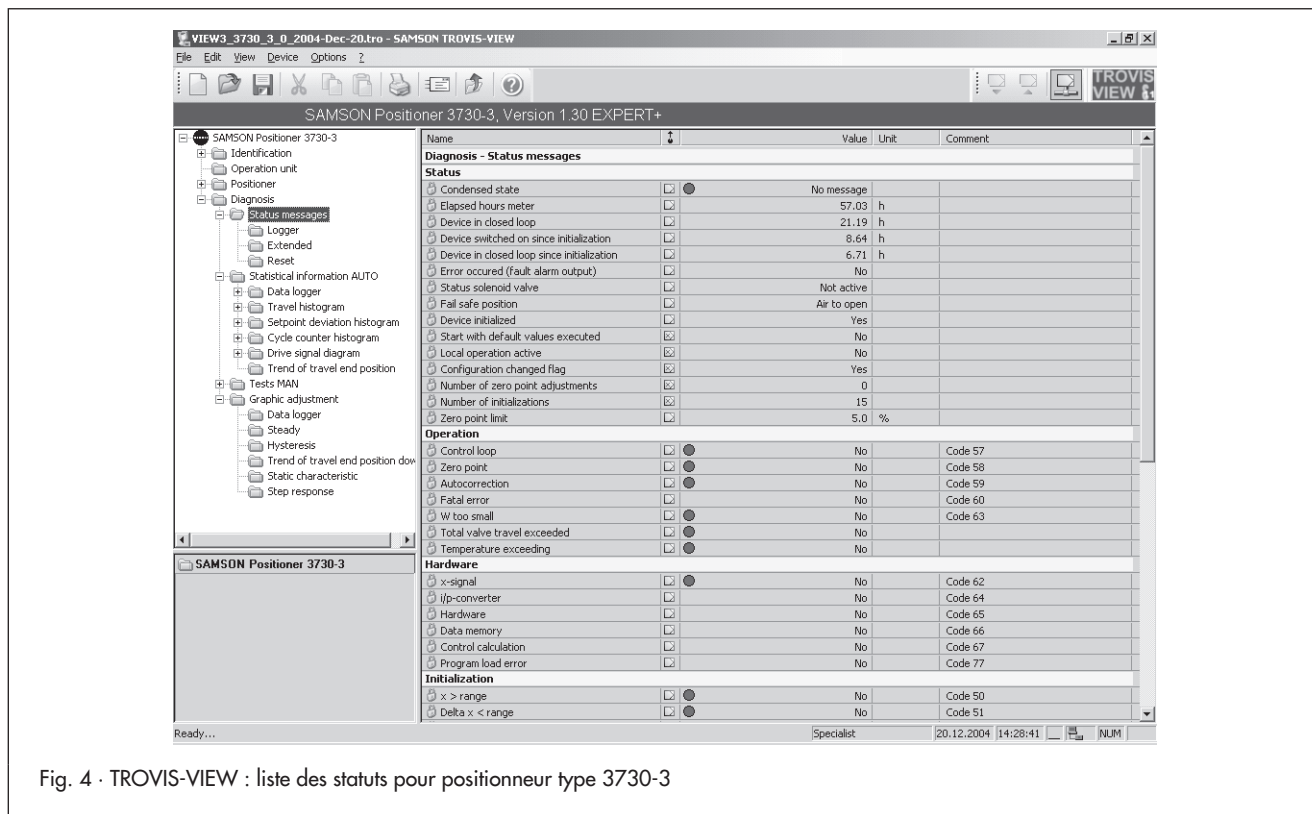

Fig. 4 · TROVIS-VIEW : liste des statuts pour positionneur type 3730-3
1.2.2 Paramètres de fonctionnement importants (fig. 4)